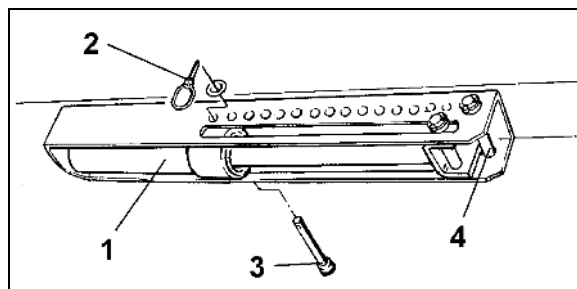
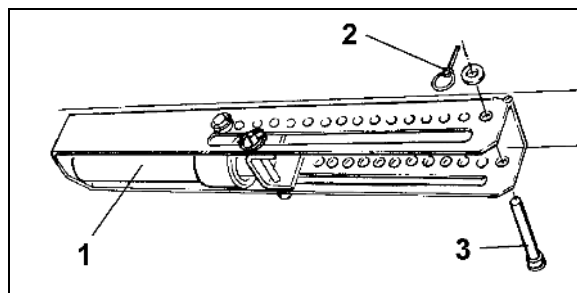
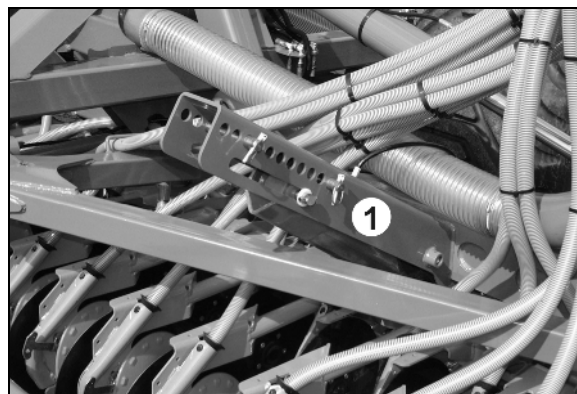

Рис. 81
Рис. 82
Рис. 83
1. Возьмите дисковый ограничитель глубины хода **RoTeC⁺** (Рис. 81/1) за рукоятку (Рис. 81/2) и надавите дисковый ограничитель глубины хода (Рис. 82/1) снизу по направлению к затвору (Рис. 82/2) сошника «RoTeC⁺». Вставка (Рис. 81/3) должна попасть в шлиц (Рис. 82/3).
- Для настройки рабочей глубины потяните рукоятку через фиксатор (Рис. 82/4) вверх (Рис. 83).